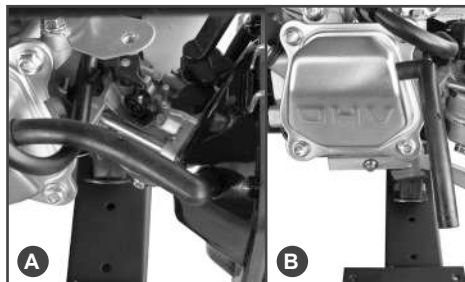

Рис. 19 Трубка сапуна
2. Отсоедините трубку сапуна (вентиляции картера) от крышки клапанов двигателя и корпуса воздушного фильтра (Рис. 19А).
3. Вставьте трубку сапуна коротким концом в отверстие в крышке клапанов двигателя, а свободный длинный конец трубки направьте вниз (Рис. 19В). Отверстие в корпусе воздушного фильтра необходимо заглушить.